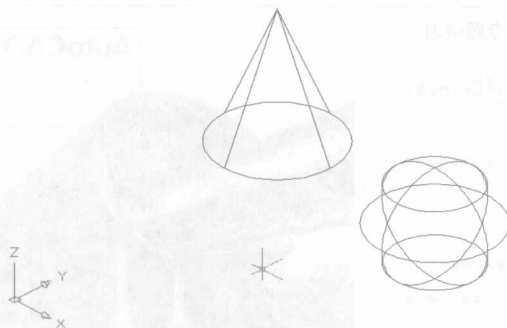

图1-3 改变观察方向
5. 改变观察方向。单击【视图】工具栏上的按钮，结果如图 1-3 所示。